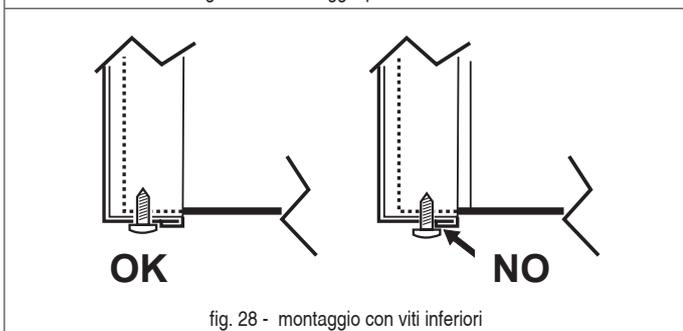

fig. 28 - montaggio con viti inferiori
3. Procedere in ordine inverso per rimontare il pannello anteriore. Assicurarsi che sia fissato correttamente al pannello superiore e completamente in appoggio sui pannelli laterali. La testa della vite "A", una volta serrata, deve essere posizionata come indicato in "fig. 28 - montaggio con viti inferiori").